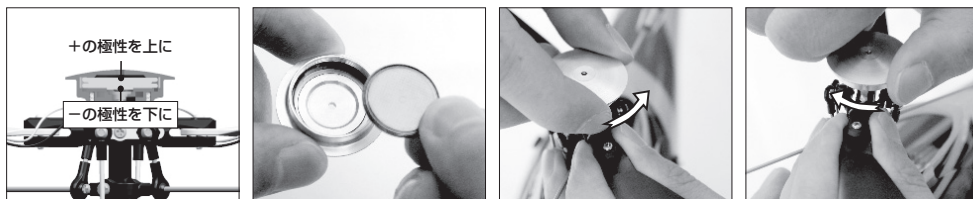

図 1
2. LED用ボタン電池（CR2016）2つを極性に注意してセットします。（図1参照）